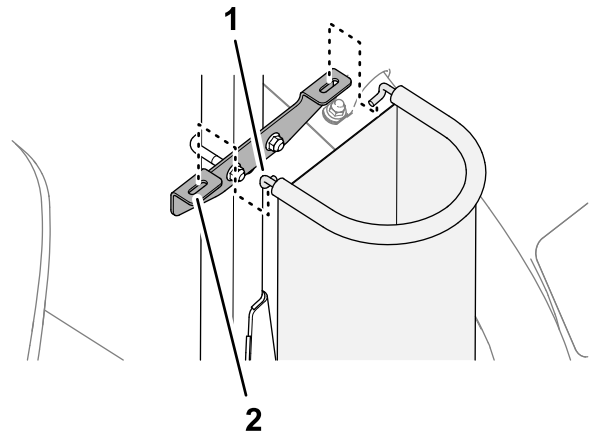

Bild 28
5. Setzen Sie die Haken der Bügelstange in die Schlitz der Befestigungshalterung ein (Bild 28).